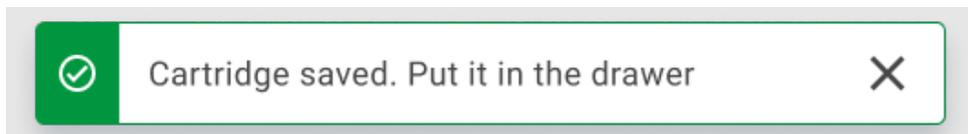

Figure 27. Écran de cartouche enregistrée.
11. Après un balayage réussi, la boîte de dialogue suivante s'affiche brièvement en haut de l'écran (figure 27).